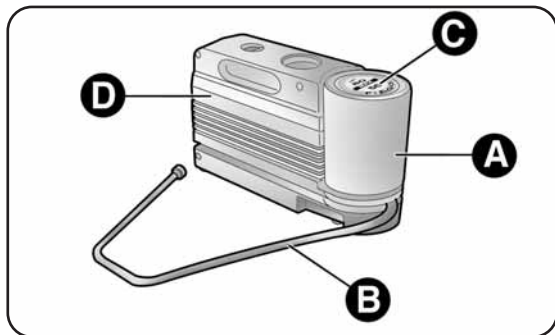

fig. 2
Le kit fig. 2 comprend :
- un compresseur D-fig. 2 muni d'un manomètre et de raccords, qui est stocké dans le compartiment ;